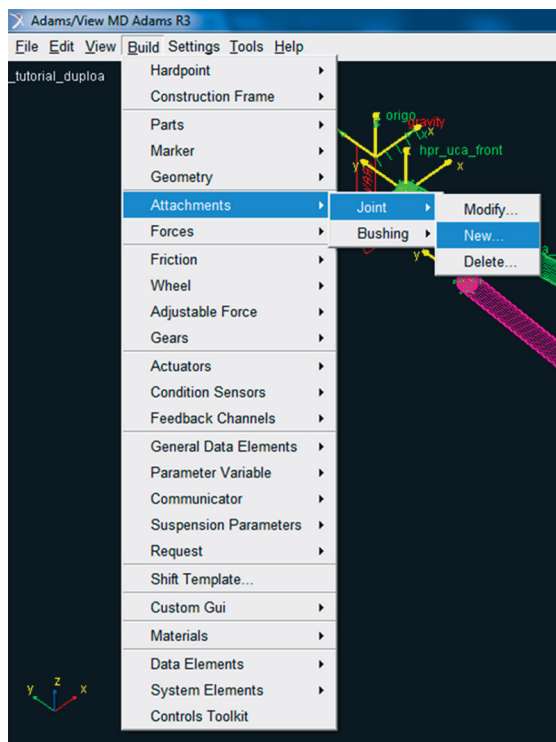

Figura 5.122 – Janela correspondente ao menu para criação de juntas.
- Acesse o menu *Build* → *Attachments* → *Joints* → *New* (Figura 5.122).